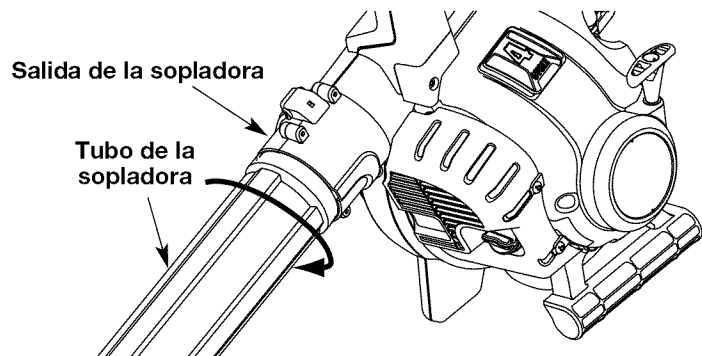

Fig. 2
3. Gire el tubo de la sopladora en el sentido de las agujas del reloj dentro de la salida de la sopladora hasta que el tope se traben en su lugar (Fig. 2).